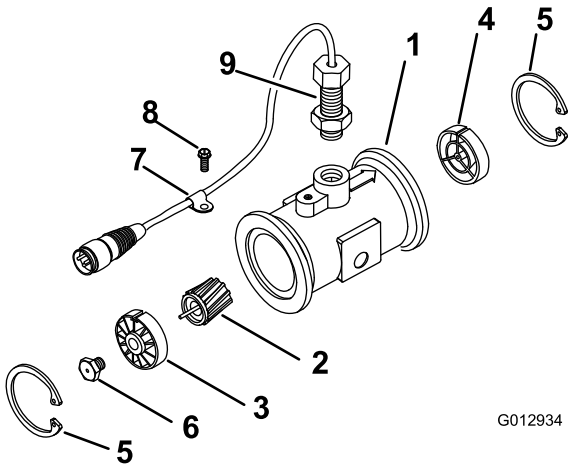

Figura 11
3. Retire el anillo de sujeción del lado “aguas arriba” (Figura 11).